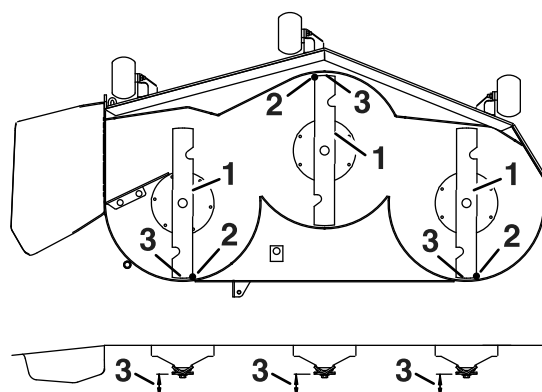

Figura 73
3. Girate con cautela le lame in modo che siano disposte longitudinalmente (Figura 73).
4. Misurate il valore dalla punta della lama anteriore e dalla punta della lama posteriore alla superficie piana (Figura 73).